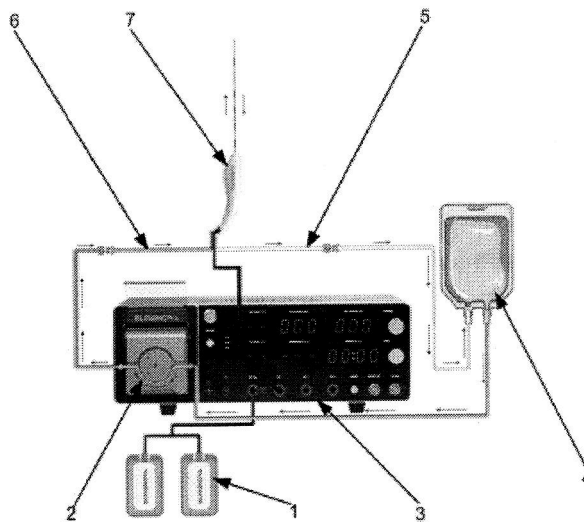

Fig. 1: Conexiones del sistema (1 electrodo de RF)
1. Si sólo se conecta 1 electrodo de RF, conectar los conectores luer de los tubos de entrada y salida de los juegos de tubos de entrada-salida con los conectores luer de los tubos de entrada-salida del electrodo de RF, respectivamente, como se muestra en la Fig. 1